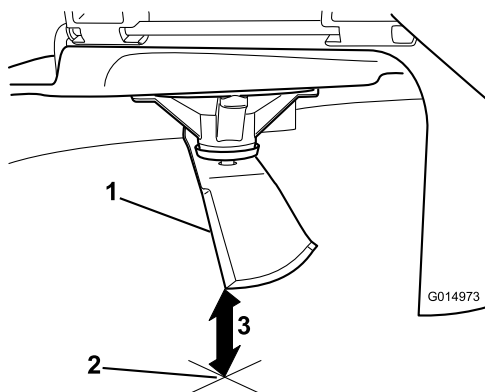

**Figure 43**
4. Tournez la même lame de 180 degrés pour amener l'autre tranchant à la même position (Figure 43).